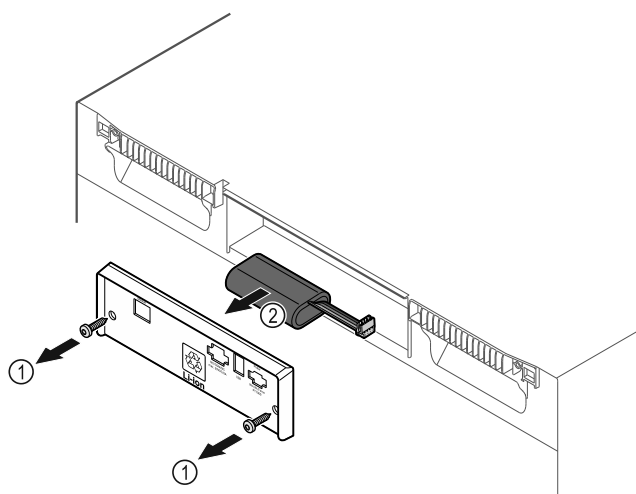

Fig. 237
- Svitare le viti e rimuovere il coperchio sul retro dell'apparecchiatura Fig. 237 (1).
- Scollegare e rimuovere la batteria Fig. 237 (2).